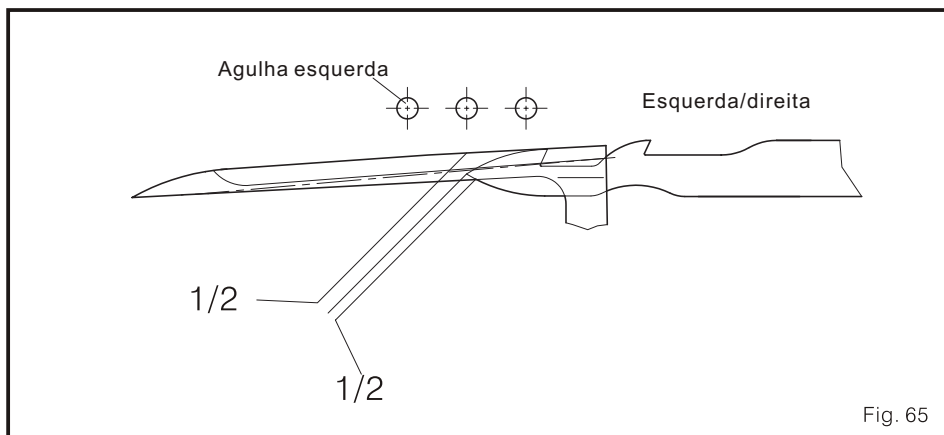

Fig. 65
(1) Quando a agulha fique no ponto mais alto, e o looper fique no ponto esquerdo, a posição frontal/posterior da faca inferior é aproximadamente 1/2 da grossura do looper. (Fig. 65)
(2) Quando se ajustar, por favor, solte um pouco os quatro parafusos 2 do apoio do equipamento do refilador inferior. Então, mover o mencionado apoio 1 de atrás para diante para adquirir as características previamente descritas dentro (1). Finalmente, ajuste todos os parafusos fortemente. (Fig. 65)